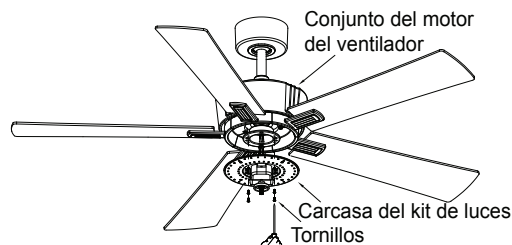

Fig. 19
Paso 3. Alinea los orificios para tornillos de la bandeja del kit de luces con los orificios para tornillos del anillo de montaje del conjunto del motor del ventilador. Vuelve a instalar y aprieta los cuatro tornillos que retiraste anteriormente en el paso 2 de forma segura. (Fig. 19)